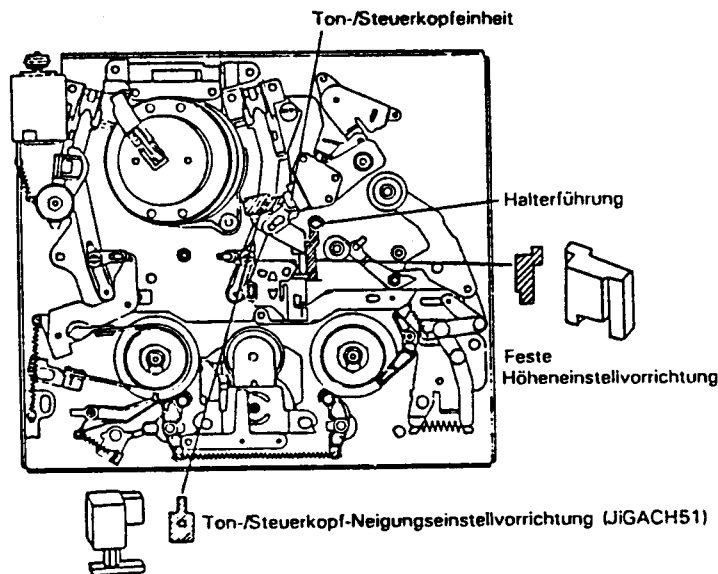

Abbildung 1-18.
9. Das Gerät auf die Entlade-Betriebsart einstellen. Die Ton-/Steuerkopf-Neigungseinstellvorrichtung gemäß Abb. 1-18 und 1-19 auf das Hauptchassis stellen. Die Einstellschraube mit einem Sechskantstiftschlüssel (1,5mm, JiGHW-0015) langsam drehen, bis zwischen der Vorrichtung und dem Ton-/Steuerkopf kein Zwischenraum mehr vorhanden ist.